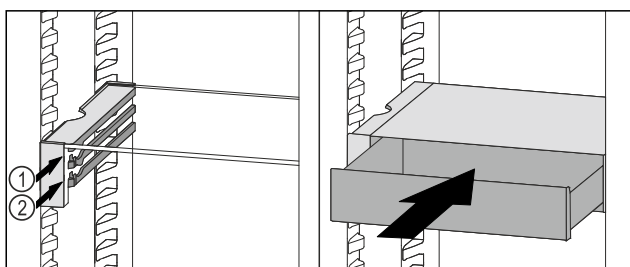

Fig. 135
- Sæt VarioSafe-skuffen ind bag stoppene på den ønskede ribbe Fig. 135 (1) eller Fig. 135 (2).